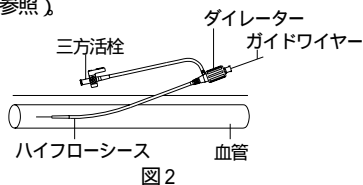

図2
- 一体化したシース・ダイレーターを、外部に出ているガイドワイヤーを通して、できるだけ皮膚と平行になるようにして血管内に挿入する (図2 参照)。